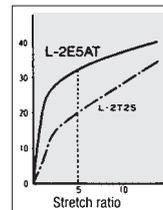

Рис. 1. Выдерживаемые нагрузки для кабеля
- Кабель L-2E5AT содержит тетроновый укрепляющий наполнитель (рис. 1).